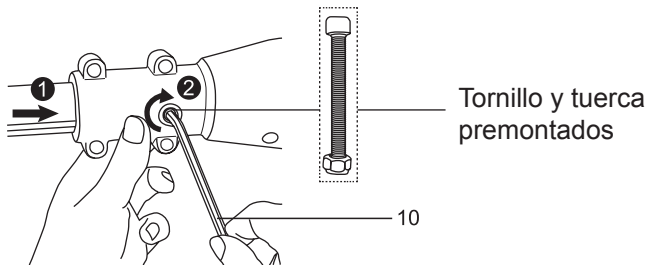

Fig. 3
4. Alinee la barra extensión (22) con la unidad del motor e insértela a fondo hasta el tope. Asegure la unión con el tornillo y la tuerca. (Fig. 3)